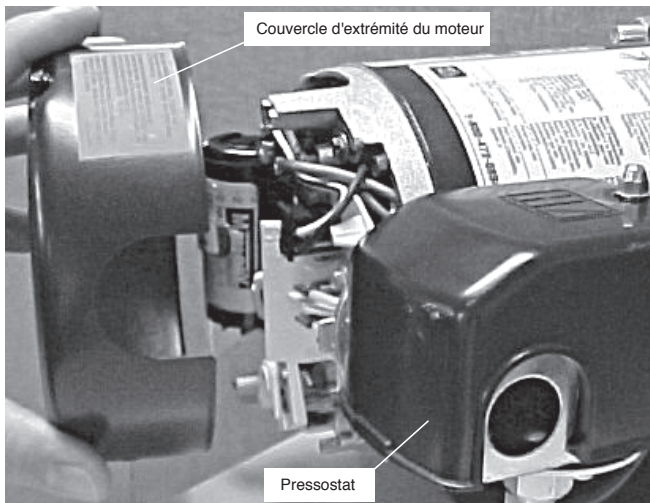

Figure 4 – Dépose du couvercle d'extrémité du moteur
1. Brancher le fil de terre comme illustré sur la figure 4. Le fil de terre doit être un fil de cuivre plein au moins aussi gros que les fils d'alimentation électrique.